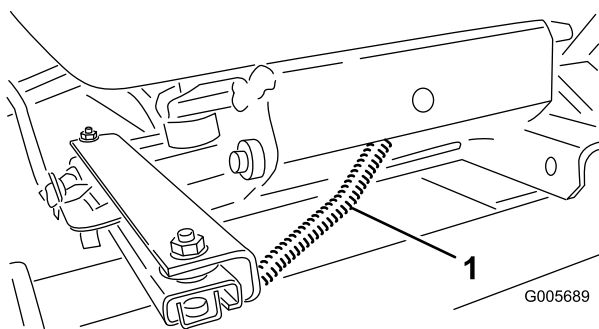

Figura 13
7. Oriente a cablagem do interruptor do banco através dos orifícios no suporte do banco e suspensão do banco (Figura 13). Ligue o conector do feixe de cabos no conector do interruptor do banco, na parte de baixo do banco.